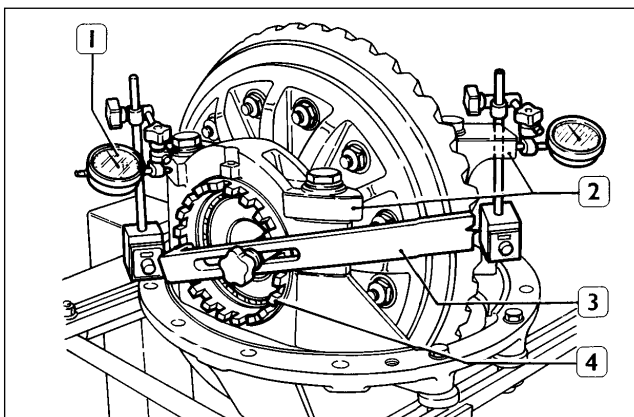

Fig. 48
1. Apretar con la llave (3, fig.48) **CT12** los anillos de ajuste (4) de los rodamientos hasta anular la holgura axial piñón-corona, y controlar contemporáneamente que la corona no fuerce sobre el piñón;
3. Apretar todavía más los dos anillos de ajuste (4, fig. 48) para obtener una apertura de los sombreretes (2, fig. 48), medido en el eje X o en el eje Y como se describe en el punto "2" de : 0,15 a 0,33 mm que corresponde a una precarga en los rodamientos de 1,7 a 3,9 Nm (0,17 a 0,39 kgm).
1. Colocar diagonal y centralmente en los alojamientos exteriores mecanizados de ambos sombreretes (2, fig.48) dos comparadores (1) de base magnética como se indica en la fig. 48;
3. Anulado la holgura axial apretar más los dos anillos de ajuste (4, fig. 48) de forma que se obtenga una apertura de los sombreretes (2) de 0,15 - 0,33 mm, que corresponde a la suma de los valores leídos en los comparadores (1).